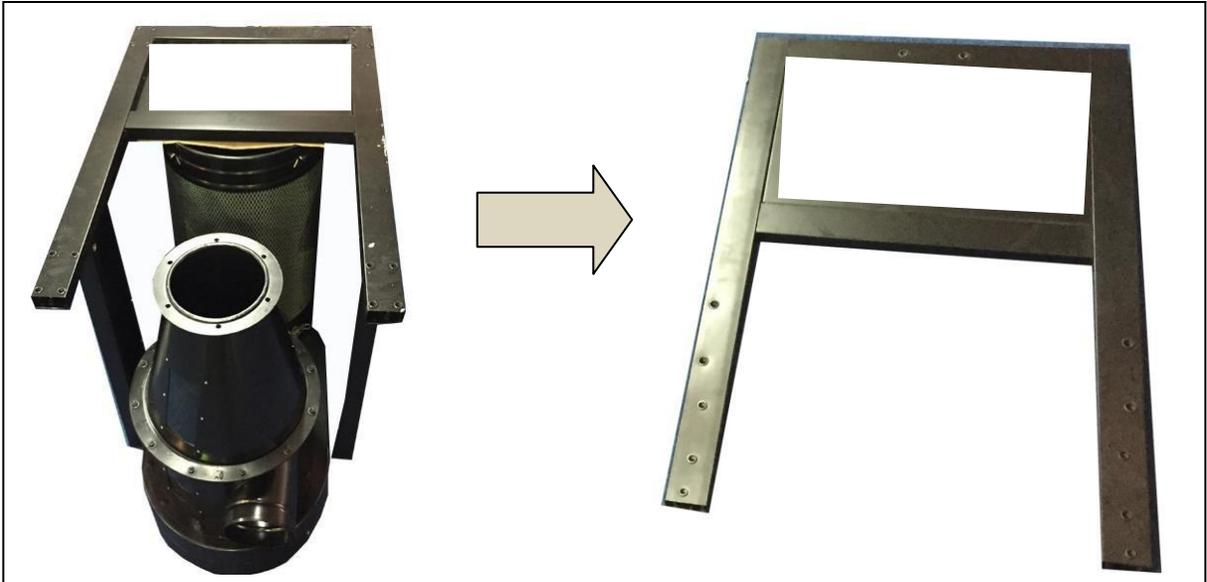

Figure 8 : Démontage de la base
2. Retirer la base qui a été boulonnée aux (3) supports verticaux supérieurs, Fig. 8).